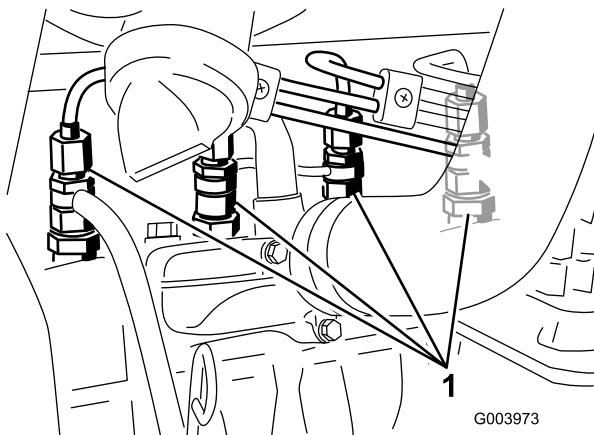

Figura 40
- Afloje la conexión entre el tubo y el conjunto de boquilla y soporte N° 1 (Figura 40).